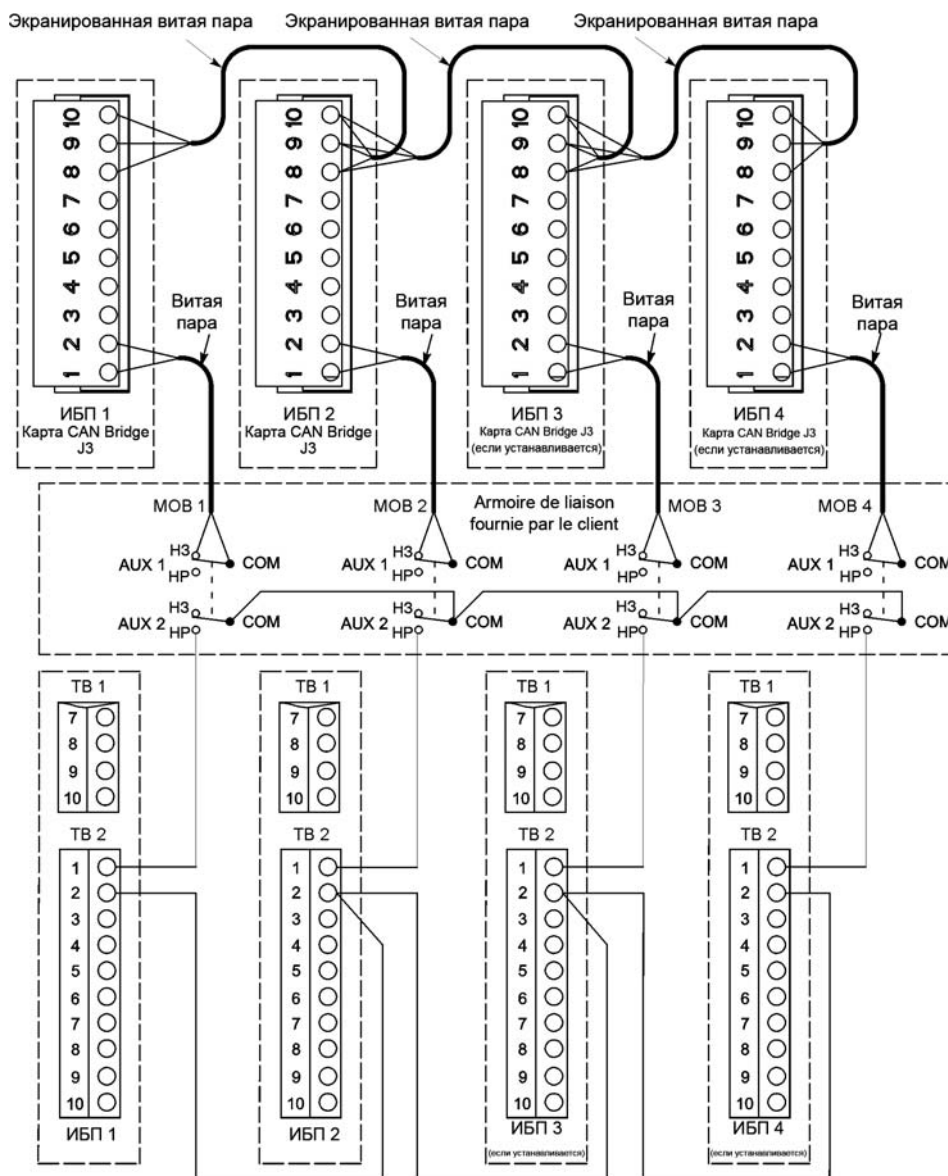

Рис. 5-6. Проводка Pull-Chain систем с распределенным байпасом с MOB
11. Проведите и установите проводку системы с распределенным байпасом между шкафами ИБП и выключателями МОВ, расположенными в соединительном шкафу. Для получения информации о подключении проводки см. Рис. 5-6 на стр. 75 и Табл. 5-4 на стр. 76.